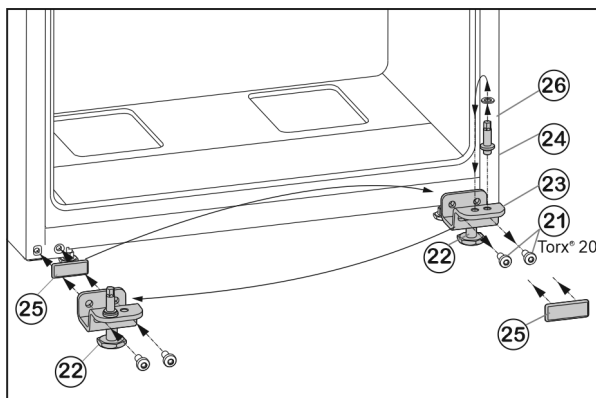

Fig. 6
- ▶ Desserrer les vis de fixation Fig. 6 (21).
- ▶ Retirer l'ensemble du support de palier inférieur Fig. 6 (23) avec le boulon de palier Fig. 6 (24), la rondelle Fig. 6 (26) et le pied de réglage Fig. 6 (22).
- ▶ Dévisser l'ensemble du boulon de palier Fig. 6 (24) avec la rondelle Fig. 6 (26), déplacer le tout dans le trou de préhension du côté opposé du support de palier et revisser fermement.
- ▶ Retirer avec précaution la plaque de recouvrement Fig. 6 (25) et la déplacer du côté opposé.
- ▶ Revisser l'ensemble du support de palier inférieur Fig. 6 (23) avec le boulon de palier Fig. 6 (24), la rondelle Fig. 6 (26) et le pied de réglage Fig. 6 (22) du côté de la nouvelle charnière, au besoin à l'aide d'une visseuse sans fil (**en appliquant un couple de 4 Nm**).
- ▶ Placer la porte inférieure depuis le haut sur le boulon Fig. 6 (24).
- ▶ Dévisser le pied de réglage Fig. 6 (22) au niveau du support de palier inférieur Fig. 6 (23) jusqu'à ce qu'il repose au sol.